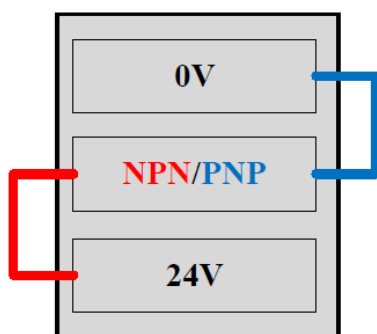
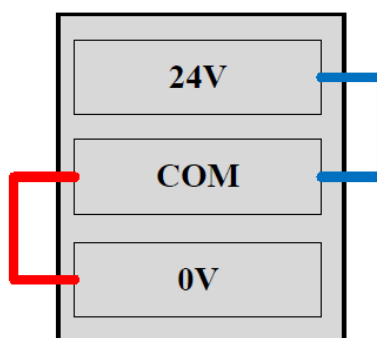

图 2-13: NPN/PNP 配置接口连接方式
图 2-14: COM 接口连接方式
- NPN → 连接至 24V 端口（参考图 2-13中红色连接线）
- COM 口 → 连接至 0V 接口（参考图 2-14中红色连接线）
- PNP → 连接至 0V 端口（参考图 2-13中蓝色连接线）
- COM 口 → 连接至 24V 接口（参考图 2-14中蓝色连接线）
请严格按照图 2-13至图 2-14所示方式正确连接端子，确保 COM 端的连接与相应的 NPN 或 PNP 信号配置相匹配。系统会自动检测 NPN、PNP 配置是否与 COM 端口连接相匹配，若连接缺失或连接错误，则会触发安全系统报警，如图 2-16至图 2-15所示。